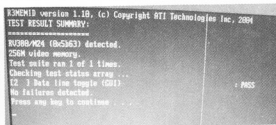

图 5-96 测试通过
(13) 判断这个电阻坏了，更换一个后，检测通过，如图 5-96 所示。